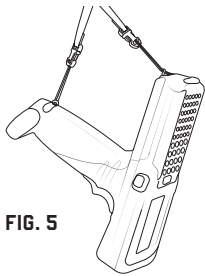

FIG. 5
4. Repeat steps 2 and 3 using the captive hole located near the rear bottom of the barcode scanner. Attaching both loop attachments provides extra barcode scanner gun stability. [fig. 5].
4. Repita los pasos 2 y 3 con el orificio de sujeción que está cerca de la parte inferior trasera del escáner de códigos de barras. Si utiliza ambos conectores de lazo, la pistola del escáner tendrá mayor estabilidad. [fig. 5].
4. Répétez les étapes 2 et 3 pour le trou captif situé près de la partie inférieure arrière du lecteur de code-barres. Le fait de fixer les deux boucles d'attache souples garantit une meilleure stabilité du pistolet lecteur de code-barres. [fig. 5]